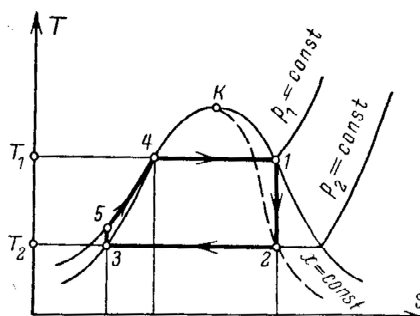

Рис. 4
17. На рис. 4 в  $T, s$ -диаграмме изображен цикл:
18. Укажите на рис. 4 процессы, в которых происходит: